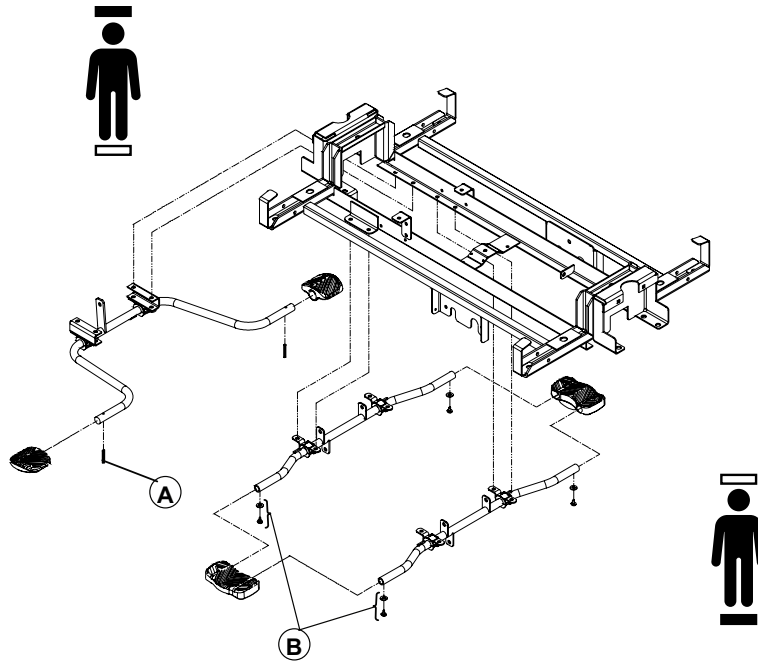

Figure 14 – Remplacement de la pédale de la pompe
2. À l'aide d'un poinçon de 3/16 po et d'un marteau, retirer la goupille à ressort (A) qui fixe la pédale de la pompe à la tige de la pédale (Figure 14). Conserver la goupille à ressort.
4. À l'aide d'une mèche de 3/16 po, retirer les deux rivets et les deux rondelles (B) qui fixent la pédale à la tige de pédale (Figure 14).